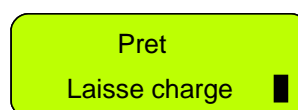

Figure 3.3
- Une fois la batterie entièrement chargée, le message passera à celui indiqué dans la figure 3.3 pour vous rappeler de la laisser branchée au chargeur jusqu'à la prochaine utilisation.